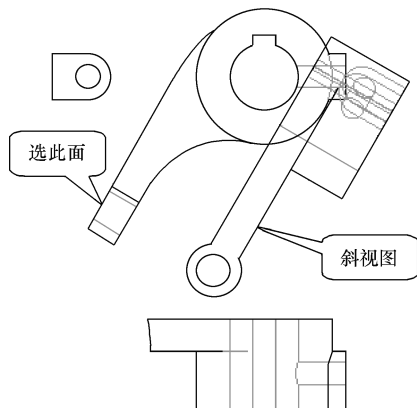

图 10-107 斜视图
① 设计步骤
(1) 打开工程图文件“……\ 例题\ 第 10 章\ liti10-6. drw”，进入绘图界面。
(2) 在【模型视图】选项组中单击【辅助】按钮 ，消息区出现提示“在主视图上选取穿过前侧曲面的轴或作为基准曲面的前侧曲面的基准平面”，实际上是要求在视图上选择要垂直于哪个面进行投影。可选择的面可以在任意视图上。
(3) 在主视图上选择倾斜的面，消息区提示“选取绘制视图的中心点”，在主视图右方适当位置单击，选取视图中心点，生成的视图如图 10-107 所示。